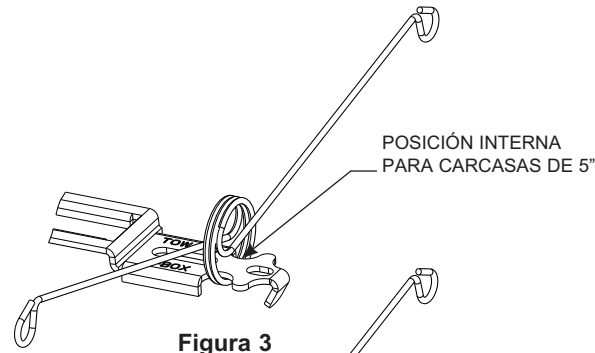
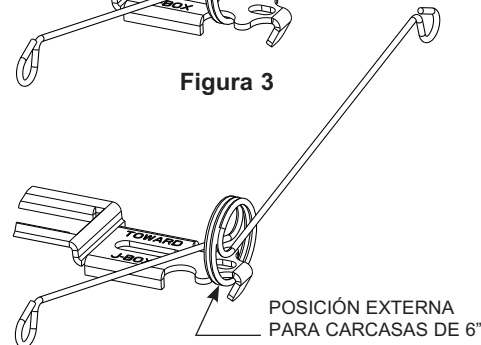

Figura 3
Figura 4
1. Quite la tira del accesorio. Si va a instalar en una carcasa empotrada de 5", instale los resortes de torsión 56RLS-RETROKIT en la tira en la posición interior (ver Figura 3). Si va a instalar en una carcasa empotrada de 6", instale los resortes de torsión en la posición exterior (ver Figura 4).